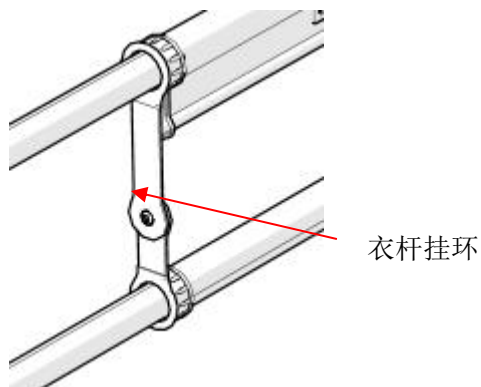

图 8
- b. 安装被杆：将衣杆组件和被杆组件中伸缩杆封口各自取下，再将衣杆挂环套上，然后锁紧螺丝。安装完成如图 8 所示。